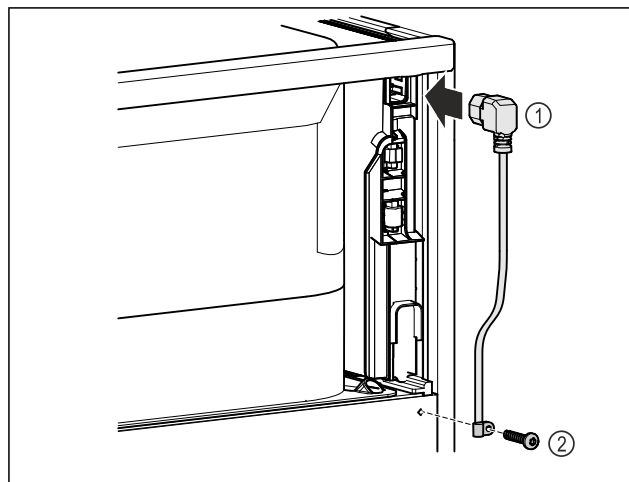

Fig. 13
► Dugja be a hálózati csatlakozóvezeték csatlakozóját a Fig. 13 (1) a készülék hátoldalába.
► Szerelje fel a tehermentesítőt. Fig. 13 (2)